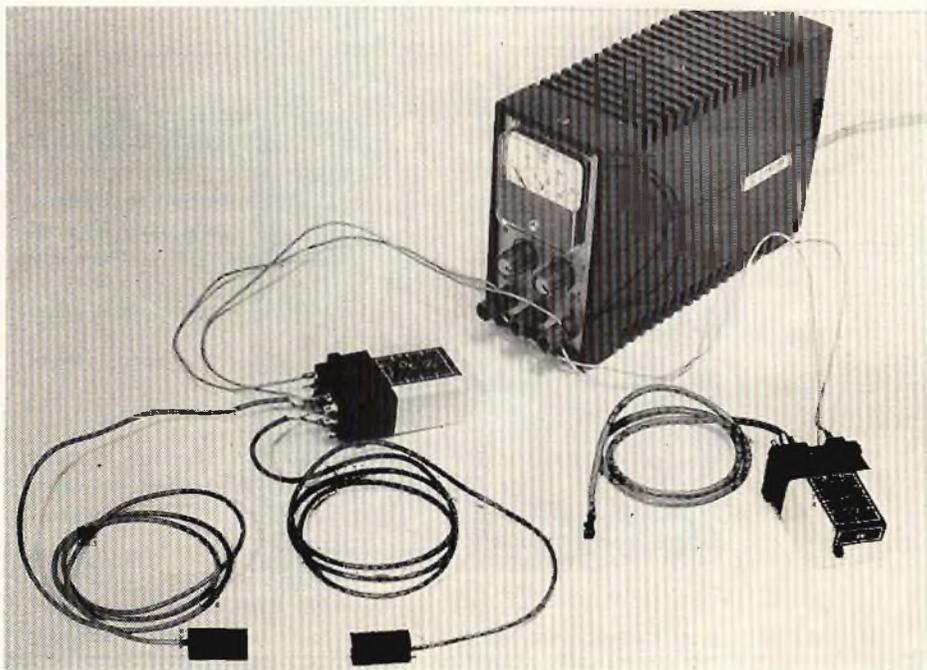

Fig. 6 - Esempio di applicazione con un gruppo di sbarramento ed una fotocellula Reflex.
1) Alla Bassani Ticino, il circuito è stato inserito in un contenitore con contatti Faston (vedi figg. 3-5 e 6), sia per la disponibilità dello stesso (si tratta, infatti, di un componente dell'apparecchio art. 5329F serie Magic di normale produzione della Società), sia perché esso si adatta ad essere utilizzato in combinazione con gli accessori di montaggio della serie citata (vedi fig. 6). Inoltre il sistema di costruzione a «blocchetto funzionale» del circuito, e di fissaggio e collegamento mediante contatti Faston consente un'agevole e rapida sostituzione del circuito stesso in caso di guasti. Naturalmente la rapidità di sostituzione, importantissima per ridurre i costi dei fermo macchina, è resa possibile dall'esistenza di una scorta di moduli a magazzino. Va notato, però, che il contenitore di cui sopra non è disponibile in commercio (non è disponibile, cioè, il contenitore vuoto) e perciò il lettore che desideri realizzare il circuito descritto nel presente articolo dovrà ricorrere ad un qualsiasi altro sistema di cablaggio del «modulo AF» (ovviamente adatto alle sue esigenze), mentre potrà impiegare gli stessi accessori di montaggio illustrati in fig. 6. In particolare, a titolo informativo, essi sono: contenitore da parete art. 5901; telaio per relè art. 5910; telaio per alimentatore art. 5910S; morsettiera art. 5950; sottobasi per relè e AF art. 5851; relè ausiliario monostabile art. 5864F alimentazione 24 V c.c. 2 contatti in commutazione portata 2 A. 48 V.